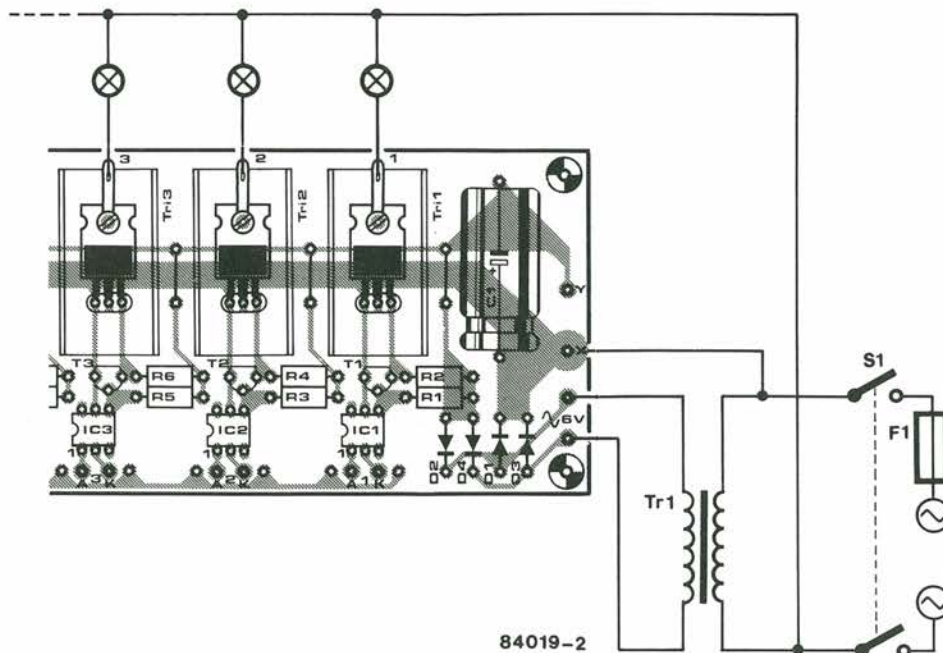

Figura 2. In generale, il cablaggio di rete di una singola scheda di controllo a triac dovrebbe essere analogo a quello qui mostrato.
puntine del ruttore e viene applicato, tramite un modellatore di impulsi, ad un trigger di Schmitt. Questo emetterà un segnale proporzionale alla velocità del motore, in quanto ogni impulso di uscita corrisponde ad un'apertura delle puntine platinata. Questo segnale è inviato ad un circuito che confronta il tempo che intercorre tra due impulsi con un intervallo di riferimento e, in base a questo confronto, apre o chiude la valvola di esclusione del carburante, tramite lo stadio pilota. Mettendo in relazione quanto detto con lo schema elettrico di Figura 2, possiamo vedere che i terminali A e B sono collegati in parallelo ai contatti delle puntine platinata. Ogni volta che questi si aprono, l'informazione relativa viene trasmessa a T1, tramite i circuiti di filtro: perciò questo transistor conduce per un breve periodo di tempo. In questo modo viene prodotto un segnale che è applicato ad uno degli ingressi del trigger di Schmitt N1. L'uscita di N1 genera un impulso ad ogni apertura dei contatti delle puntine e questo segnale di uscita viene applicato agli ingressi di trigger di MMV1 (TR) ed MMV2 (TR). Ciò che succederà in seguito dipenderà dal tempo "t" che intercorre tra due aperture successive dei contatti. Se la velocità del motore è elevata, il tempo tra due impulsi (t) sarà minore del tempo di riferimento (T) predisposto mediante C5 e P1. Ciò è mostrato nel diagramma di temporizzazione della Figura 3a. Il fronte discendente del primo impulso fa partire MMV1 e perciò la sua uscita Q1 andrà a livello "alto". Questo a sua volta porta a livello alto l'ingresso di reset (R2) di MMV2 per un tempo uguale a T. Questo ingresso sarà di conseguenza ancora alto quando il fronte di commutazione positivo del successivo impulso farà partire MMV2. Il livello "basso" di Q2 chiuderà poi la valvola, tramite lo stadio pilota basato su T2 e T3. Simultaneamente, l'uscita Q2 di MMV2
Figura 2. Il circuito qui mostrato impiega componenti comuni. Esso preleva l'alimentazione da una linea a 12 V dell'impianto elettrico dell'auto provvista di fusibili e rileva la velocità del motore a partire dalla frequenza delle puntine platinata.
La scheda di controllo a triac può essere usata per molte applicazioni ed, in generale, il cablaggio dovrebbe essere analogo a quello dato in Figura 2. Se la scheda di controllo a triac dovesse essere usata con quella del Generatore programmabile di figure luminose pubblicato su Elektor, il cablaggio dovrà essere quello illustrato in Figura 3 per un'unica scheda di controllo a triac, oppure quello di Figura 4 per due schede. Tre o più schede possono essere collegate in maniera analoga.